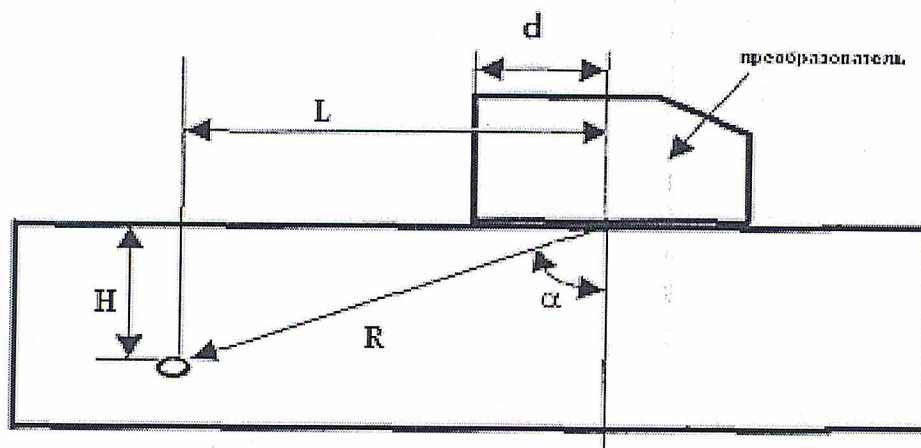

Рисунок 14.4 Определение координат дефекта при работе с наклонным преобразователем
14.15.7 Установить преобразователь на поверхность контрольного образца № 2, обработанную контактной жидкостью (рисунок 14.4).